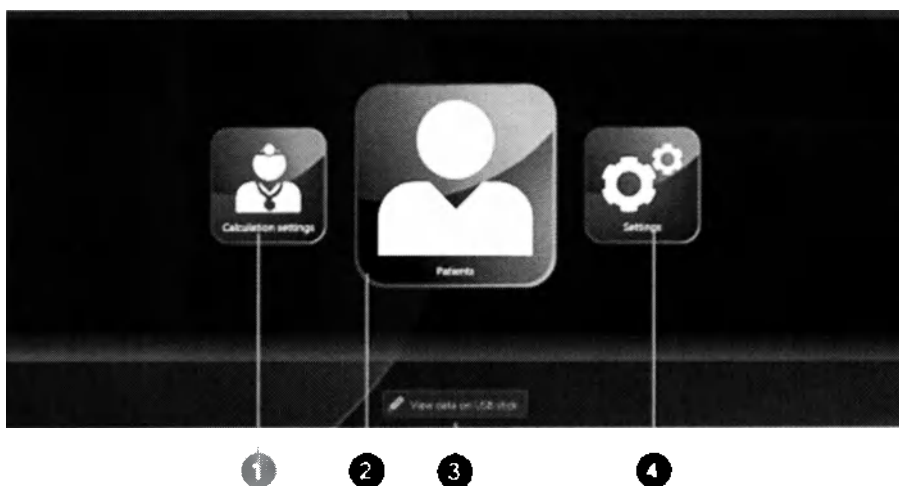

Рис. 28. Страница меню
- ⇒ Открывается страница меню (рис. 28).